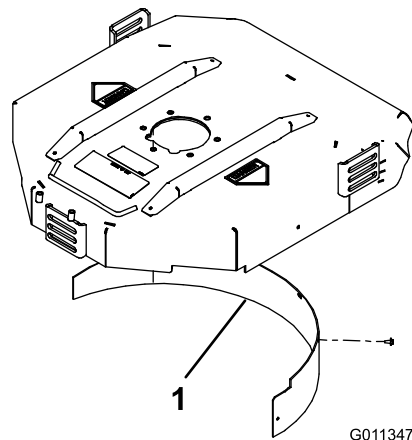

Bild 7
2. Montieren Sie das Mulchablenkblech in der hinteren Öffnung und befestigen Sie es mit 5 Bundschrauben (Bild 7).